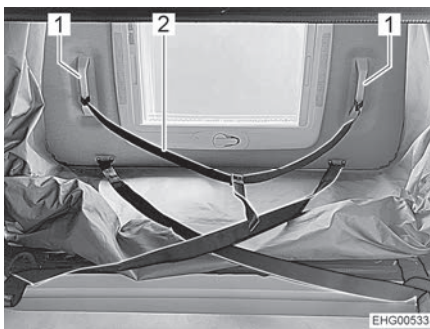

Bild 97 Hjälprem
- Dra långsamt ned det uppfällbara taket två tredjedelar ned med hjälprem (Bild 97,2) tills det uppfällbara taket stannar av sig självt. Observera:
- Dra helt ned det uppfällbara taket med de två bygelhandtagen (Bild 97,1) tills man hör att sidan låses.